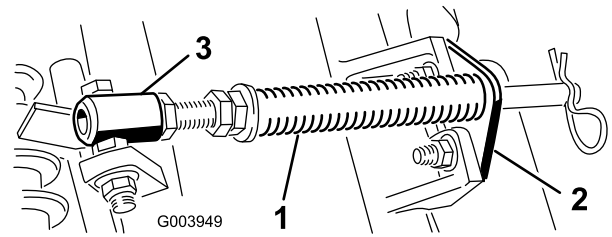

Bild 5
- A. Nehmen Sie die zwei Schlossschrauben und Muttern ab, mit denen die Stangenhalterung an den Nasen der Schneideinheit befestigt ist (**Bild 5**).
- B. Nehmen Sie die Bundmutter ab, mit denen die Schraube des Federrohrs an der Nase des Trägerrahmens befestigt ist (**Bild 5**). Nehmen Sie das ganze Teil ab.